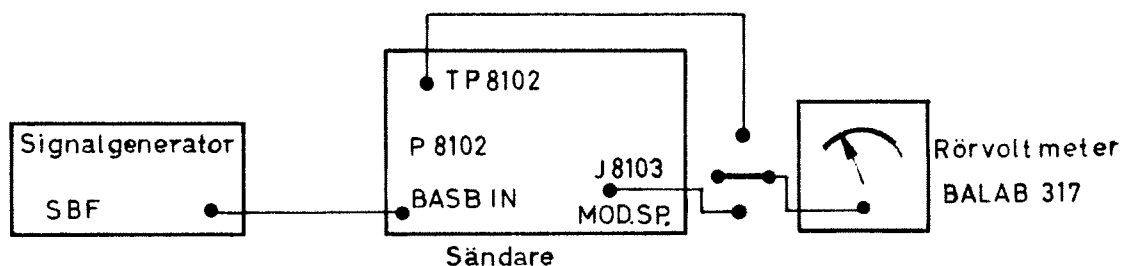

Bild 11.
4.12.11 Uppkoppling enligt bild 11.